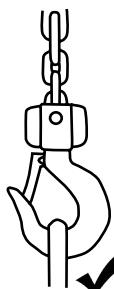

Figure 1
- Attacher la charge au Crochet de levage (4) en utilisant des chaines, des élingues ou d'autres dispositifs de levage, adaptés au type, à la forme et au poids de la charge (voir Fig. 1)
- Centrer la charge sur le crochet de levage correctement (voir Fig. 1)